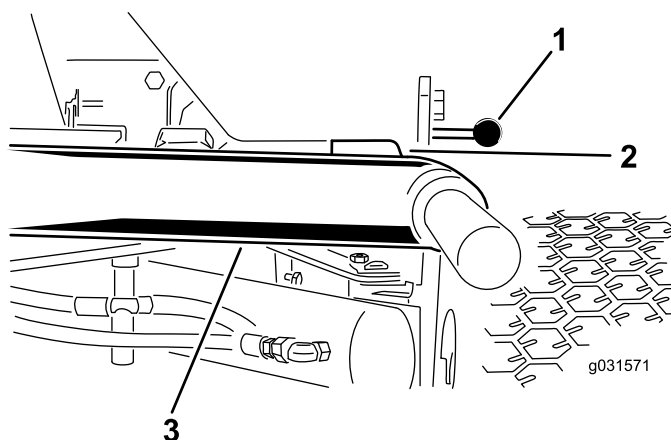

図 12
1. エンジンを始動し、昇降アームを上昇させて、各昇降アームとフロアプレートブラケットとの距離が、図 12のように 5-8 mm になっていることを確認する。